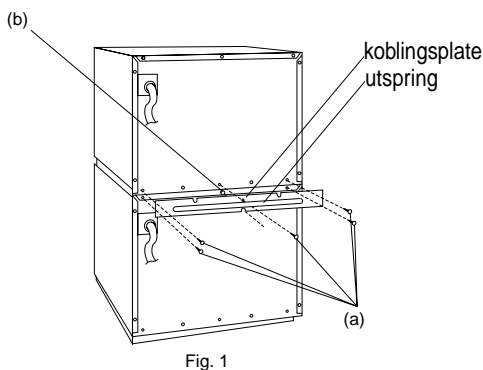

Fig. 1
1. Sett den ene ovnen oppå den andre og ta ut fem skruer (a) som vist i Fig.1.